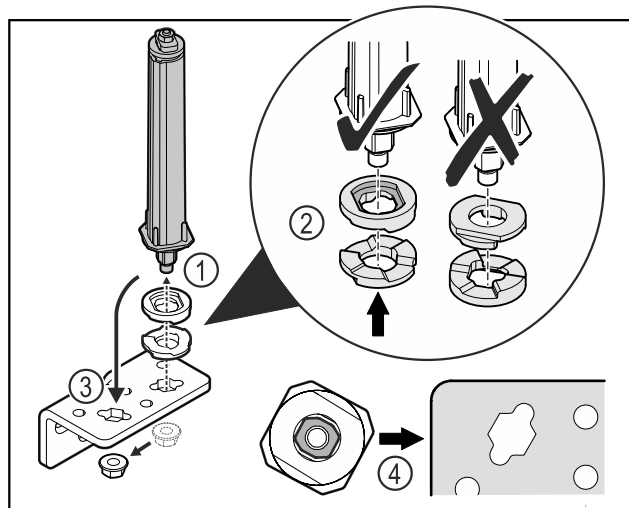

Fig. 37
- ▶ Odkręcić nakrętkę i wyjąć system blokujący drzwi Fig. 37 (1).
- ▶ Zwracać uwagę na prawidłowe ustawienie podkładek do regulacji wysokości Fig. 37 (2).
- ▶ Przełożyć system blokujący drzwi w zawiasie i zamocować nakrętką Fig. 37 (3).
- ▶ Przy wkładaniu zwracać uwagę na prawidłowe ustawienie systemu blokującego drzwi Fig. 37 (4).